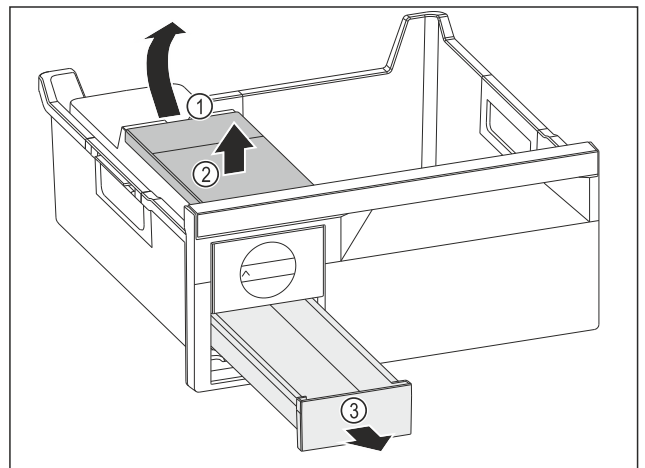

Fig. 111
- ▶ Vegye ki a víztartályt: Emelje fel a víztartályt a kivágásnál Fig. 111 (1).
- ▶ Vegye ki felfelé a víztartályt Fig. 111 (2).
- ▶ Vegye ki a előre felé a jégkocka-fiókot Fig. 111 (3).